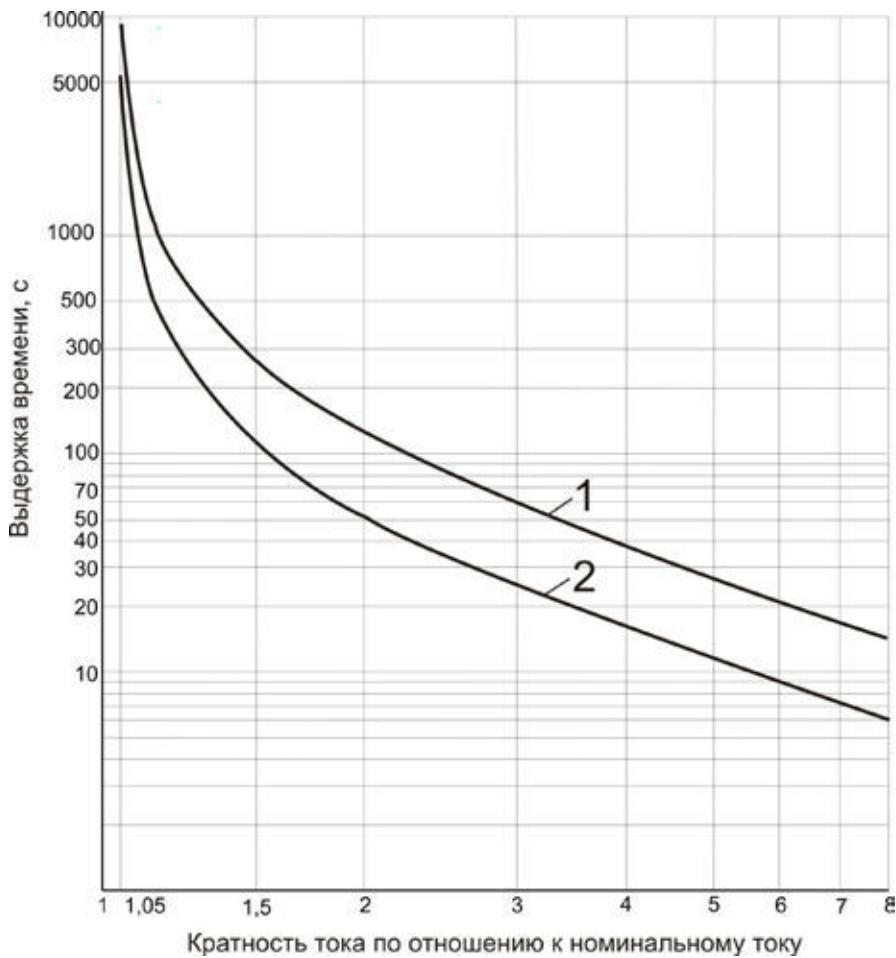

Рис. 2.1 Номинальные время-токовые характеристики реле РЭЗЭ-6М :
- при перегрузке двигателя по току	в соответствии с времяз-токовой характеристикой реле (рис. 2.1);
1. Тепловой параметр А представляет собой уменьшенную в десять раз постоянную времени нагрева двигателя. Он служит для автоматического выбора уставки выдержки времени реле в пределах значений, ограниченных времяз-токовыми характеристиками 1 и 2 (см. рис. 2.1), в зависимости от теплового состояния двигателя при перегрузке.